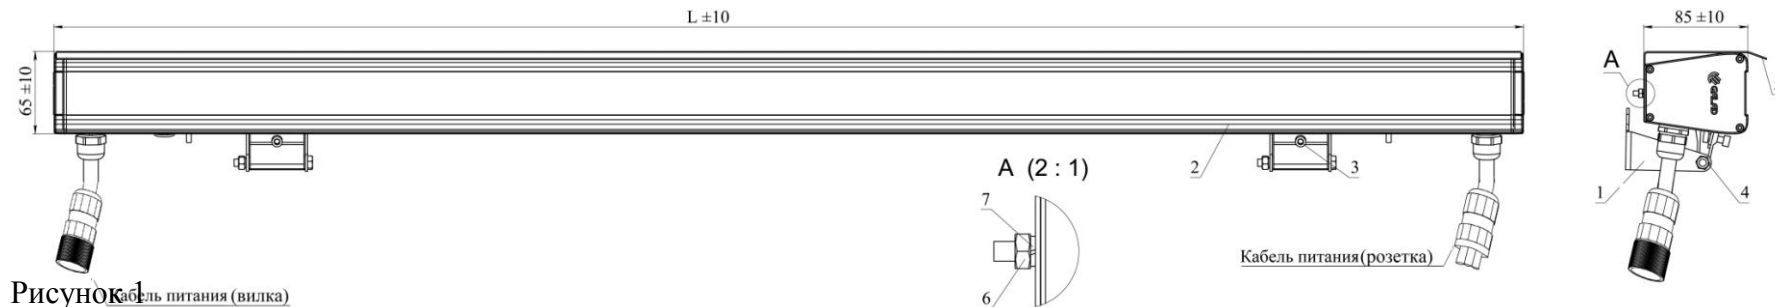

Рисунок 1
5.1. Установить два кронштейна (поз.1) (Рисунок 1) в паз корпуса (поз.2) и закрепить на корпусе винтами (поз.3), установленными в кронштейнах. При комплектации светильника кронштейнами под установку на трубу см. п.5.4.1. и 5.4.2., с усиленными кронштейнами см. п.5.5.1.-5.5.4.